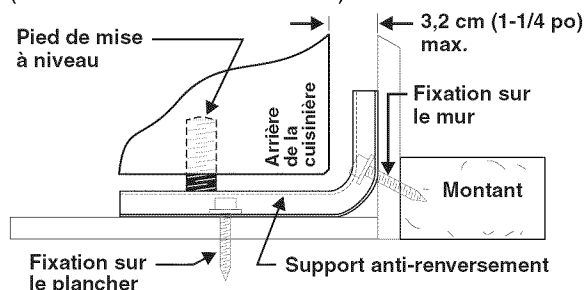
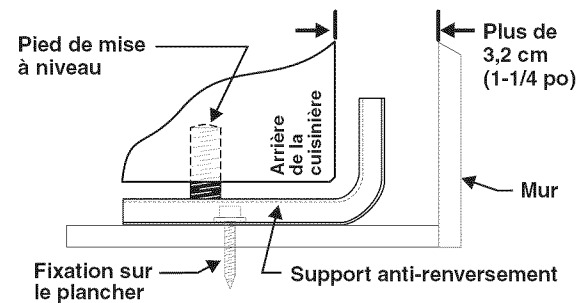

Fig. 4
Fig. 5
- a. **Installation du support à l'aide du gabarit** (le support peut être installé sur le côté gauche ou sur le côté droit de la cuisinière. Reportez-vous aux Figures 4, 5 et 7 pour l'installation du support si aucun gabarit n'est fourni).
Pour effectuer le montage sur le mur (Fig. 4), installez le support en plaçant le bord arrière du gabarit contre le mur qui se trouve à l'arrière de la cuisinière et le bord latéral du gabarit sur la marque servant de repère pour l'emplacement du côté de la cuisinière. Placez le support sur le dessus du gabarit et faites des marques sur le mur pour indiquer à quel endroit seront insérées les vis. Si l'arrière de la cuisinière se trouve à plus de 3,2 cm (1-1/4 po) du mur lorsqu'elle est installée, fixez le support au plancher (voir Fig. 5).